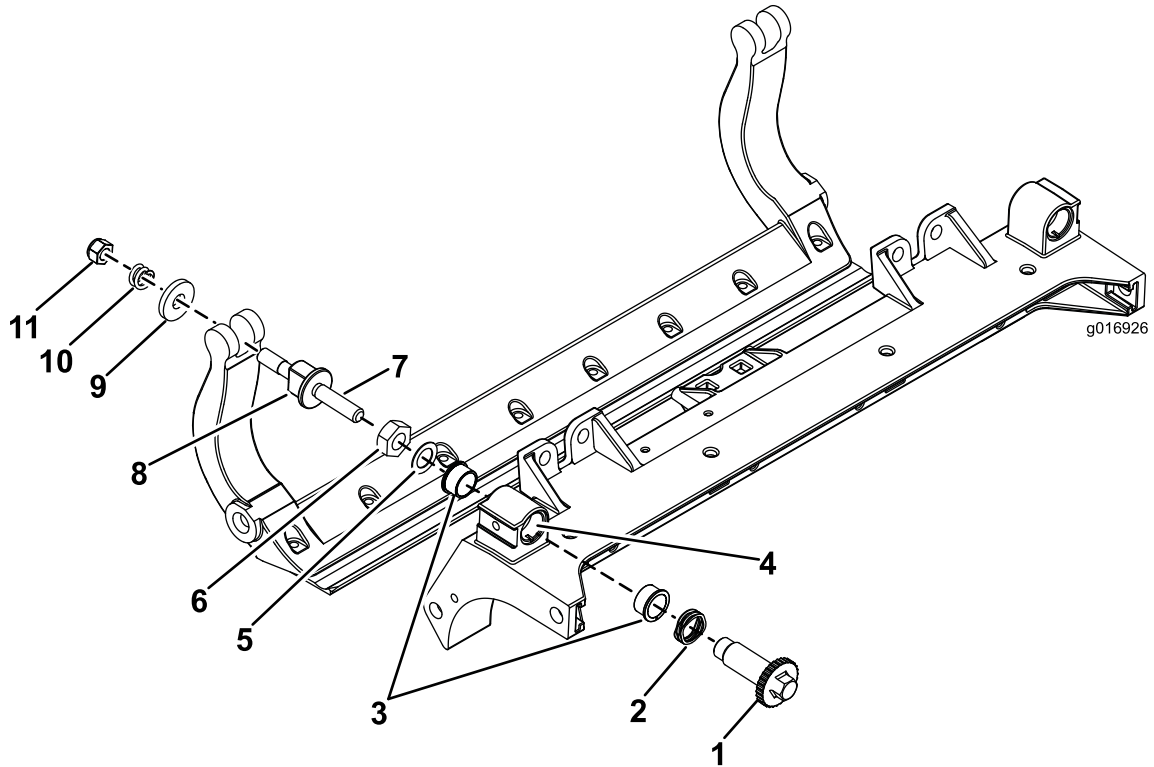

Figura 30
1. Retire todas as peças (consulte as *Instruções de instalação* do Kit DPA HD e a Figura 30).
2. Aplique Never Seize no interior da área dos casquilhos na estrutura central da unidade de corte (Figura 30).
3. Alinhe as chaves nos casquilhos das flanges com as ranhuras na estrutura e instale os casquilhos (Figura 30).
4. Instale uma anilha ondulada no veio do ajustador e deslize o veio do ajustador para os casquilhos da flange na estrutura da unidade de corte (Figura 30).
5. Prenda o veio ajustador com uma anilha plana e porca de bloqueio (Figura 30).
12. Coloque uma arruela de aço no exterior de cada uma das arruelas de nylon (Figura 30).
- Nota:** As arruelas podem ter uma folga interna (Figura 30).
15. Aperte a porca em cada conjunto de ajustador da barra de apoio até que a mola de compressão esteja totalmente comprimida e, em seguida, desaperte a porca 1/2 volta (Figura 30).